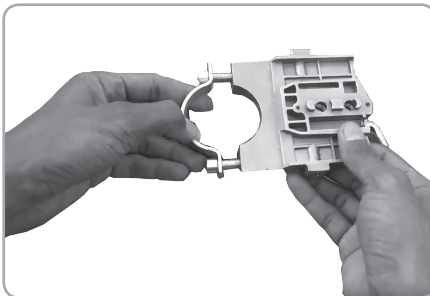

Fig.3
- Pre-montați clema metalică peste corpul adaptor (8) cu șuruburile M8x25 (Fig.3);